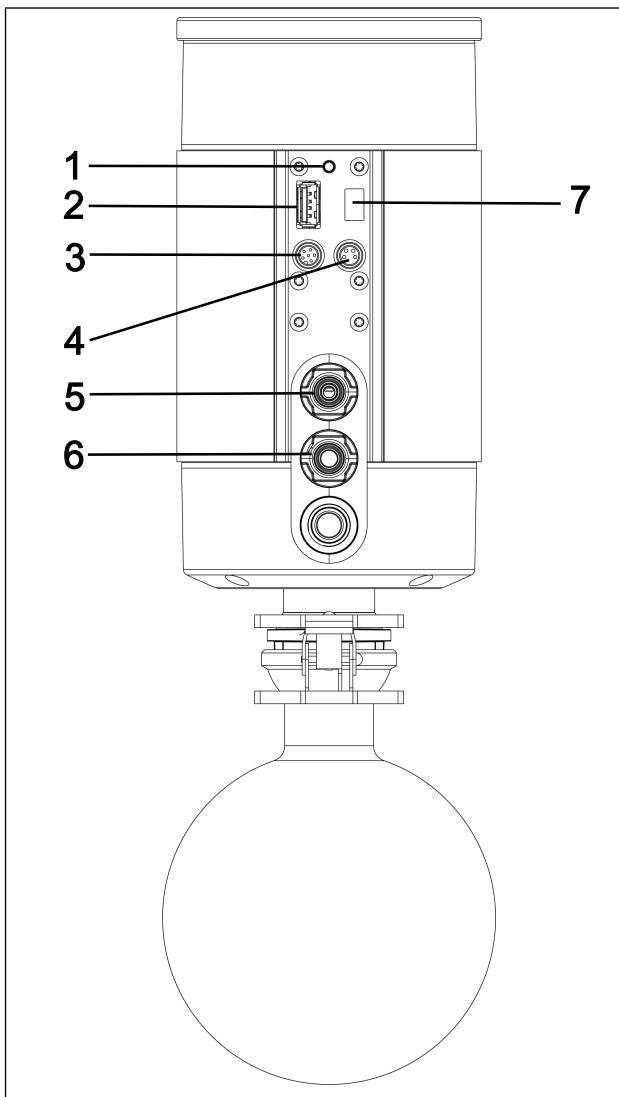

Fig.23: Separatore SC
Se sul sistema per vuoto il tasto Paging (Fig. 23/1) verrà premuto per circa 5 secondi, il terminale portatile risponderà al tasto Paging del sistema per vuoto con un segnale acustico (vedere capitolo 9.2.2 *Comando senza terminale portatile* [▶ 73]).
3. Premere sulla pompa il tasto Pairing (Fig. 23/1) per circa 10 secondi.
A terminale portatile prelevato, la seguente azione si potrà effettuare direttamente sul sistema per vuoto (Fig. 23):